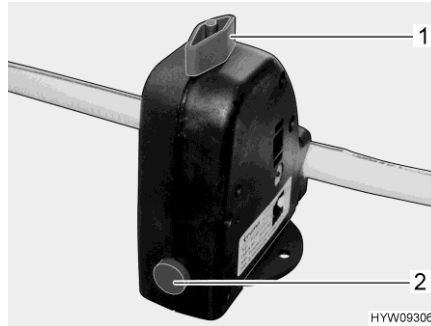

Fig. 107 Valvola di sicurezza/di scarico (boiler)
Il boiler è dotato di una valvola di sicurezza/di scarico (Fig. 107). La valvola di sicurezza/di scarico impedisce che l'acqua congeli nel boiler in presenza di basse temperature esterne, quando il riscaldamento non è acceso.
- Chiudere la valvola di sicurezza/di scarico. A tal fine ruotare la manopola (Fig. 107,1) verticalmente rispetto alla valvola di sicurezza/di scarico e premere verso l'interno il bottone automatico (Fig. 107,2).
- Aprire la valvola di sicurezza/di scarico. A tal fine ruotare la manopola (Fig. 107,1) nel senso della lunghezza della valvola di sicurezza/di scarico. Il bottone automatico (Fig. 107,2) scatta all'infuori. Il boiler viene svuotato verso l'esterno tramite la valvola di sicurezza/di scarico.